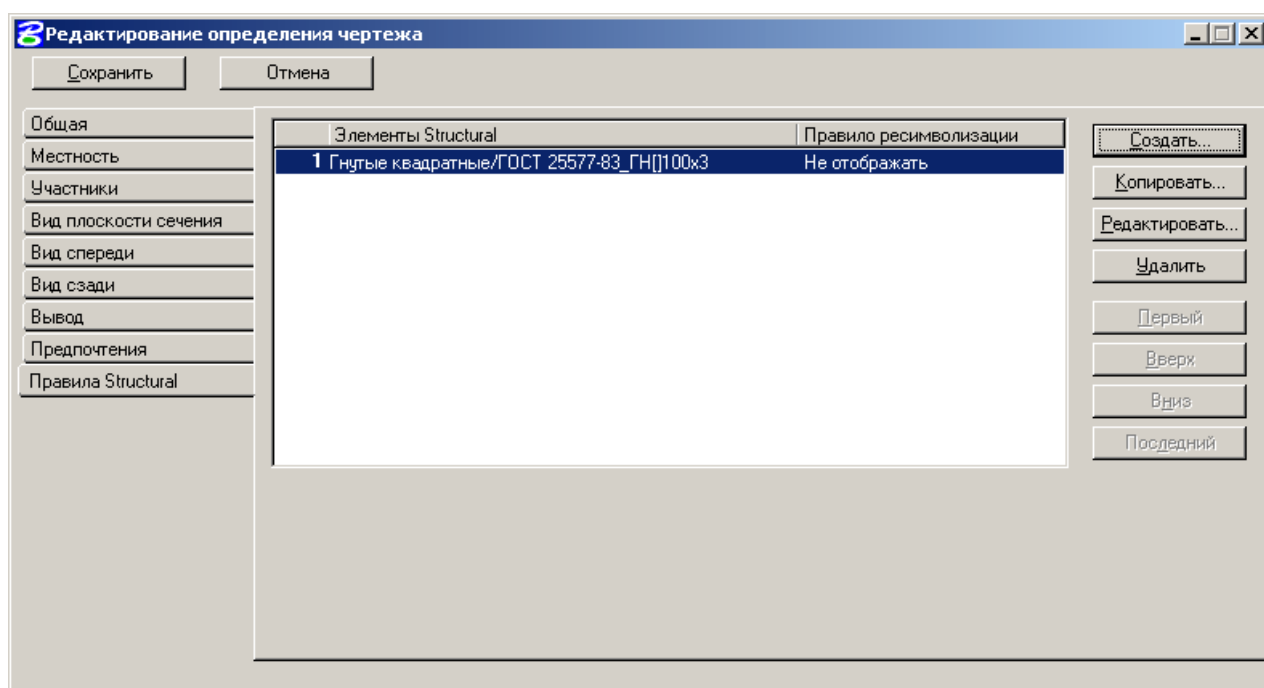

Рисунок 129
- При этом в Диалоговом окне *Редактирование определения чертежа* появится новая закладка, в которой будет находиться список правил обработки определенных элементов Structural (Рисунок 129).